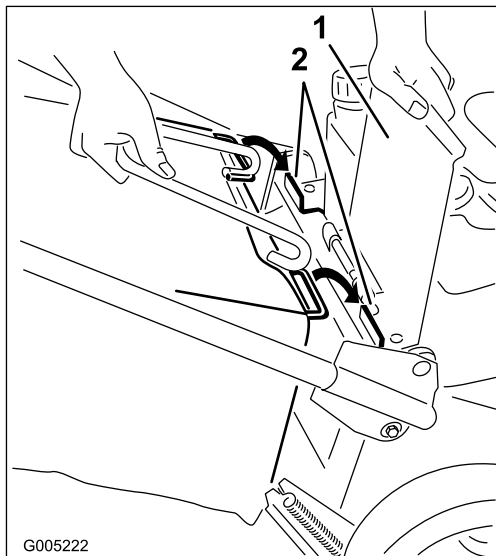

Figure 18
2. Soulevez le volet arrière et gardez-le dans cette position (Figure 18).
3. Placez le bac sur les pattes de support (Figure 18).